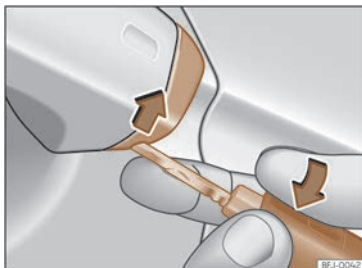

Fig. 51 Asa da porta do condutor: desprender a tapa facendo panca.
- Insira o espadín na abertura inferior da tapa da asa da porta do condutor e levante a tapa de abaixo arriba >>> **fig. 51**.